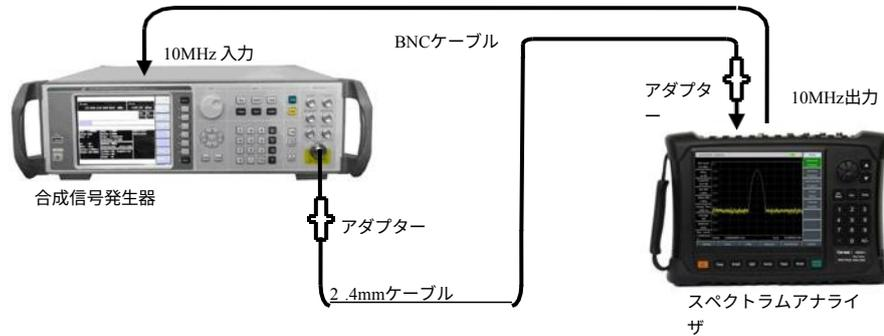

図12-3 帯域幅精度試験の設定
- 1) 図12-3に示すように、測定機器を接続します。スペクトラムアナライザは、合成信号発生器の周波数基準を提供します。